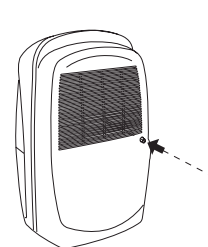

图3
- 1) 使用直径为6mm的钻头（例如螺丝刀）在排水口处钻一个小孔（见图3）